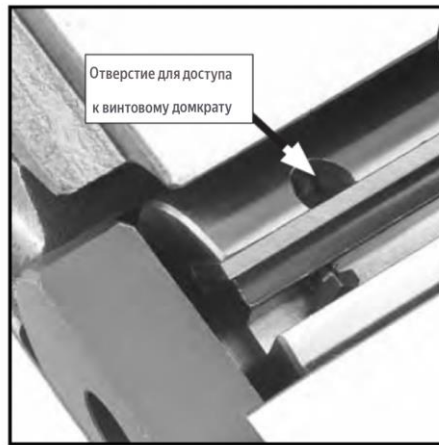

Рис. 30
**Винты-домкраты (Jack Screws):** С помощью шестигранного ключа диаметром 3 мм вставьте винты-домкраты в отверстия для доступа в режущей головке (рис. 30) и поверните винты-домкраты, чтобы поднять или опустить нож. когда нож установлен правильно, он едва будет касаться нижней части прямой кромки или средней площадки зажимного приспособления для установки ножа. Затяните фиксатор достаточно плотно, чтобы нож удерживался на месте. Повторите то же самое с другой стороны режущей головки, затем повторите шаги